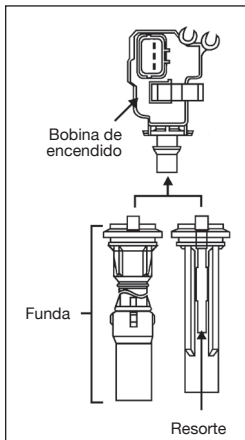

Figura 1
3. Conecte la funda aislante nueva a la bobina de encendido, presionando el aislante hasta que se acople correctamente a la bobina. (Ver Figura 1)